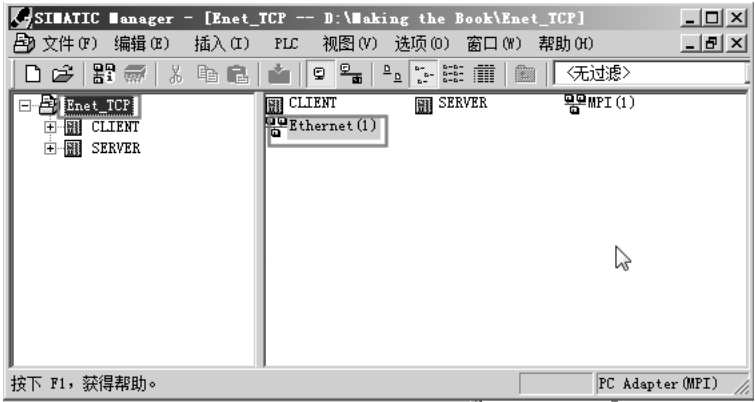
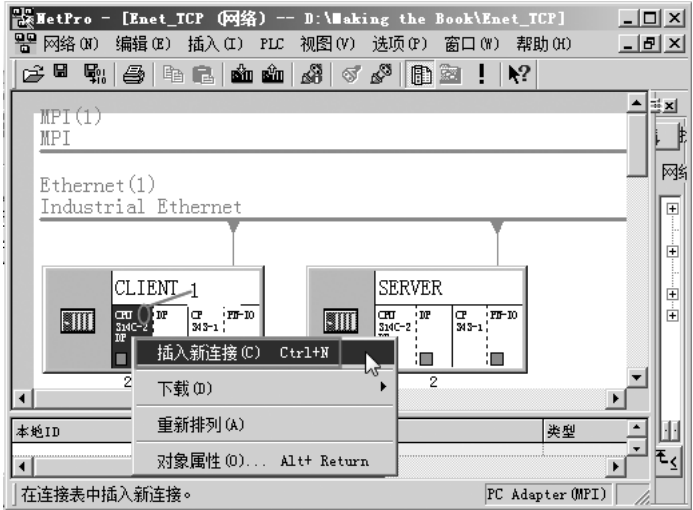

图 8-171 打开网络连接界面
图 8-172 组态以太网连接
6) 打开网络连接。在 SIMATIC 管理界面中, 如图 8-171 所示, 先选中“Ethernet (1)”, 再双击“Ethernet (1)”, 弹出如图 8-172 所示界面。
7) 组态以太网连接。如图 8-172 所示, 先选中客户端的“1”处, 单击鼠标右键, 弹出快捷菜单, 然后单击“插入新连接”, 弹出如图 8-173 所示界面。